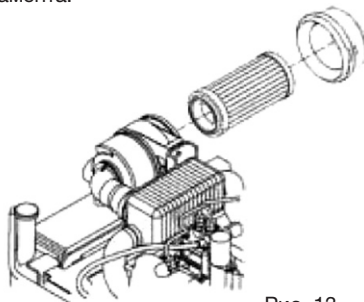

Рис. 13
- Открутите две барашковые гайки и снимите крышку (Рис. 13).